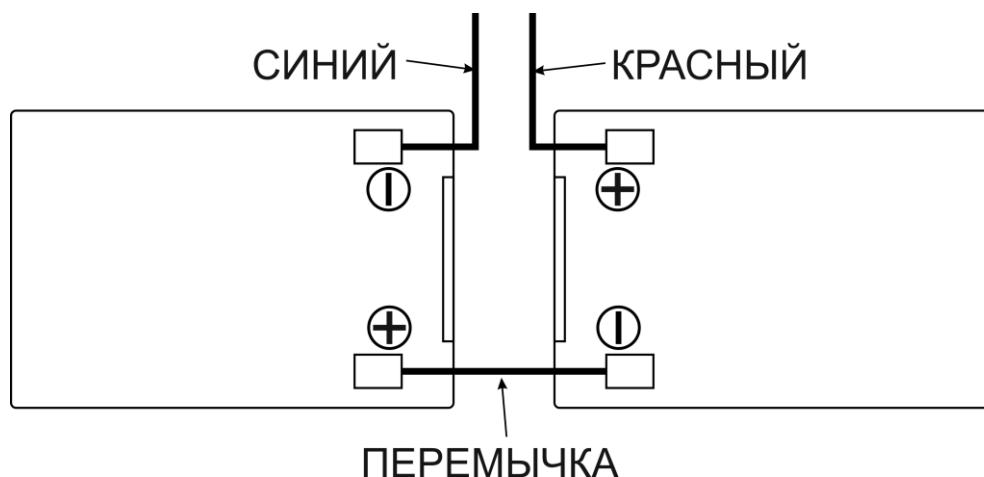

Рисунок 8.
напряжением 24В (рисунок 8). Последовательное соединение батарей осуществляется перемычкой с ответными частями для ножевых клемм. Перемычка поставляется вместе со станцией. Провода для подключения резервного источника питания к плате станции расположены на аккумуляторной полке (3). Провод для подключения «минуса» резервного источника питания маркирован синим цветом. Провод для подключения «плюса» резервного источника питания маркирован красным цветом.